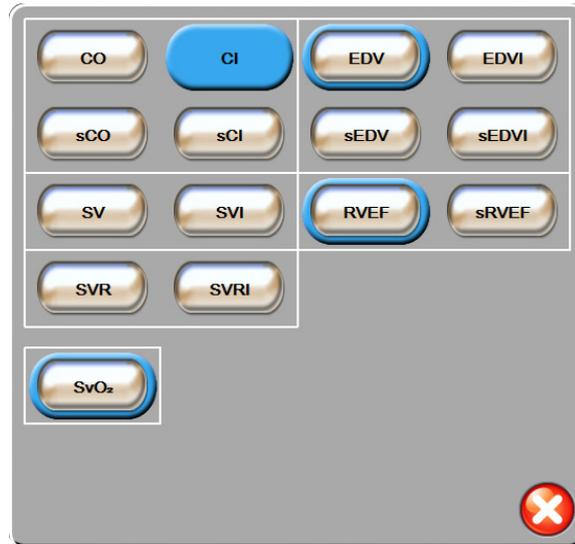

图 5-4 关键参数选择弹出窗口示例
- 2 一个弹出窗口将以彩色高亮展示所选择的参数以及以彩色轮廓展示当前正在显示的其他参数。屏幕上未高亮显示的为可用参数。图 5-4 显示了选择连续参数并使用 HemoSphere Swan-Ganz 模块进行监测时将会出现的弹出窗口。